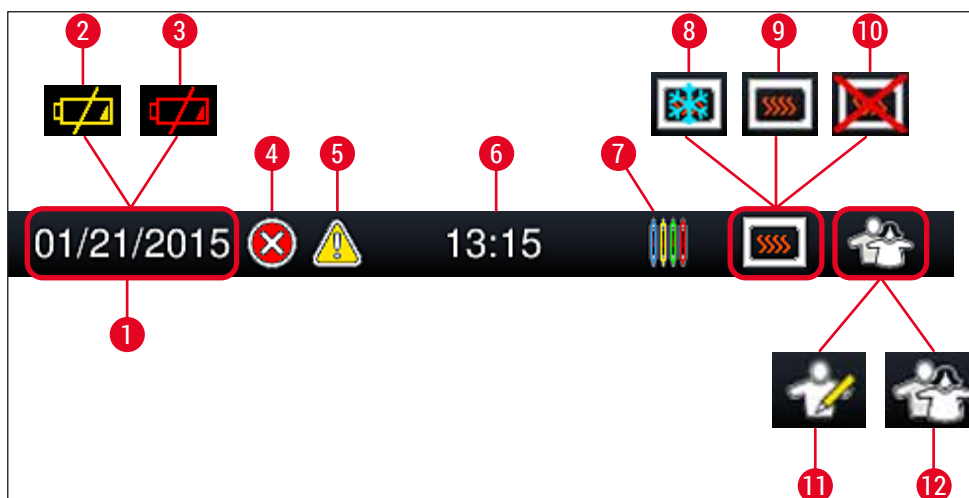

Fig. 20
- ✓ Den aktuelle brugerstatus vises med det respektive symbol i statusbjælken (→ Fig. 20) øverst til højre.